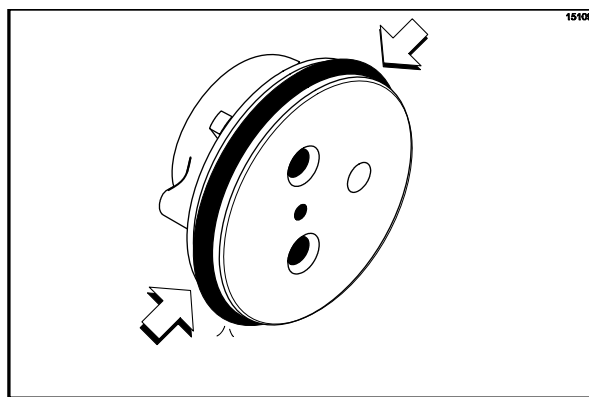

Рисунок 146
5. Соберите колпачок клапана. Наденьте красный кольцевой уплотнитель в канавку на колпачке клапана. Кольцевой уплотнитель смазывать ЗАПРЕЩАЕТСЯ. (См. рис. 146)